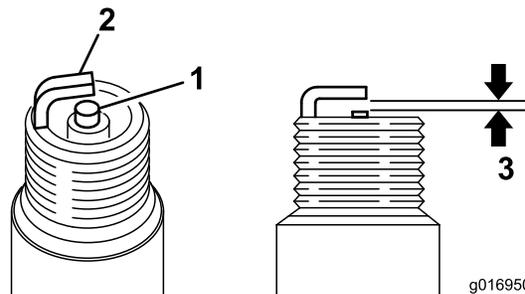

图39
3. 如图39所示将空隙设定为 0.60.7mm。安装已设定正确空隙的火花塞上紧扭矩至 23N·m。